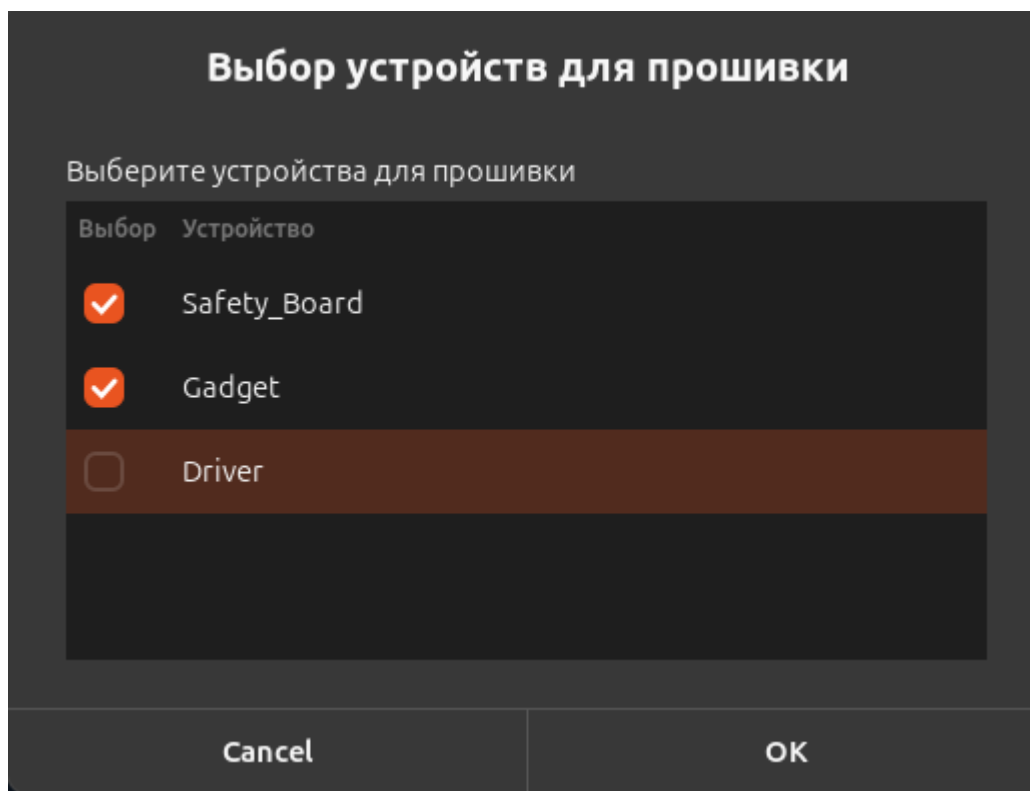

Рисунок II-63 – Диалоговое окно для выбора устройства для прошивки
- 1) Выберите «Обновление прошивки» и нажмите «ОК». Отобразится диалоговое окно для выбора устройства для прошивки (см. Рисунок II-63).